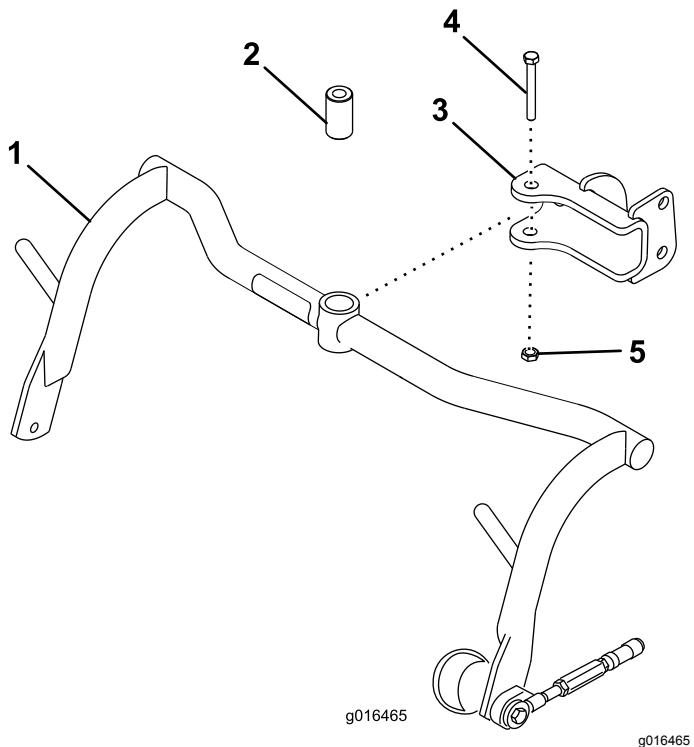

Bild 8
1. Befestigen Sie einen Trägerrahmen mit einem Distanzstück, einer Schraube (1/2" x 3 1/4") und einer Sicherungsmutter (1/2") an jeder Lastöse, siehe **Bild 8**. Ziehen Sie diese auf ein Drehmoment von 91 bis 113 N·m fest.